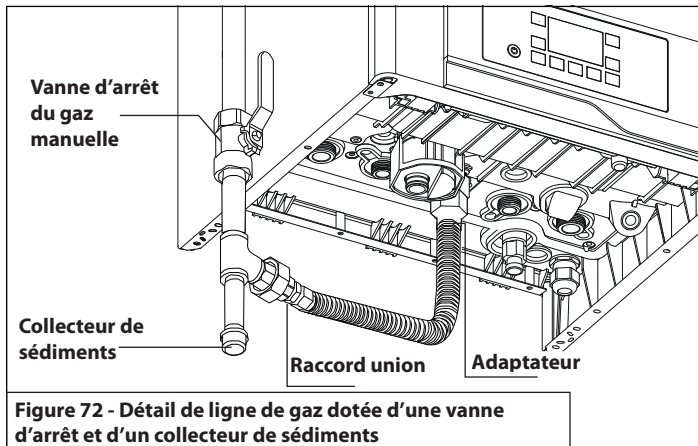

Figure 72 - Détail de ligne de gaz dotée d'une vanne d'arrêt et d'un collecteur de sédiments
- Le National Fuel Gas Code (NFPA 54) exige l'installation d'un piège à sédiments (collecteur de sédiments) dans la ligne de gaz pour les chaudières qui n'en sont pas équipées. Le collecteur de sédiments doit être accessible, présenter une longueur d'au moins 7,6 cm (3 po), et ne pas être soumis au gel. Voir la figure 72.
- Une vanne d'arrêt du gaz manuelle doit être installée sur la ligne d'alimentation en gaz à proximité de la chaudière. Voir la figure 72.